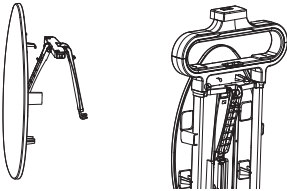

Рис. 5
- Для проведения вертикального отпаривания, гладильную доску (2) можно использовать в качестве дополнительной опоры совместно с плечиками (1). Для этого установите доску (2) (рис. 5).
- При наличии защиты на подошве утюга (4) удалите защиту.
- Протрите подошву утюга (4) чистой мягкой тканью.